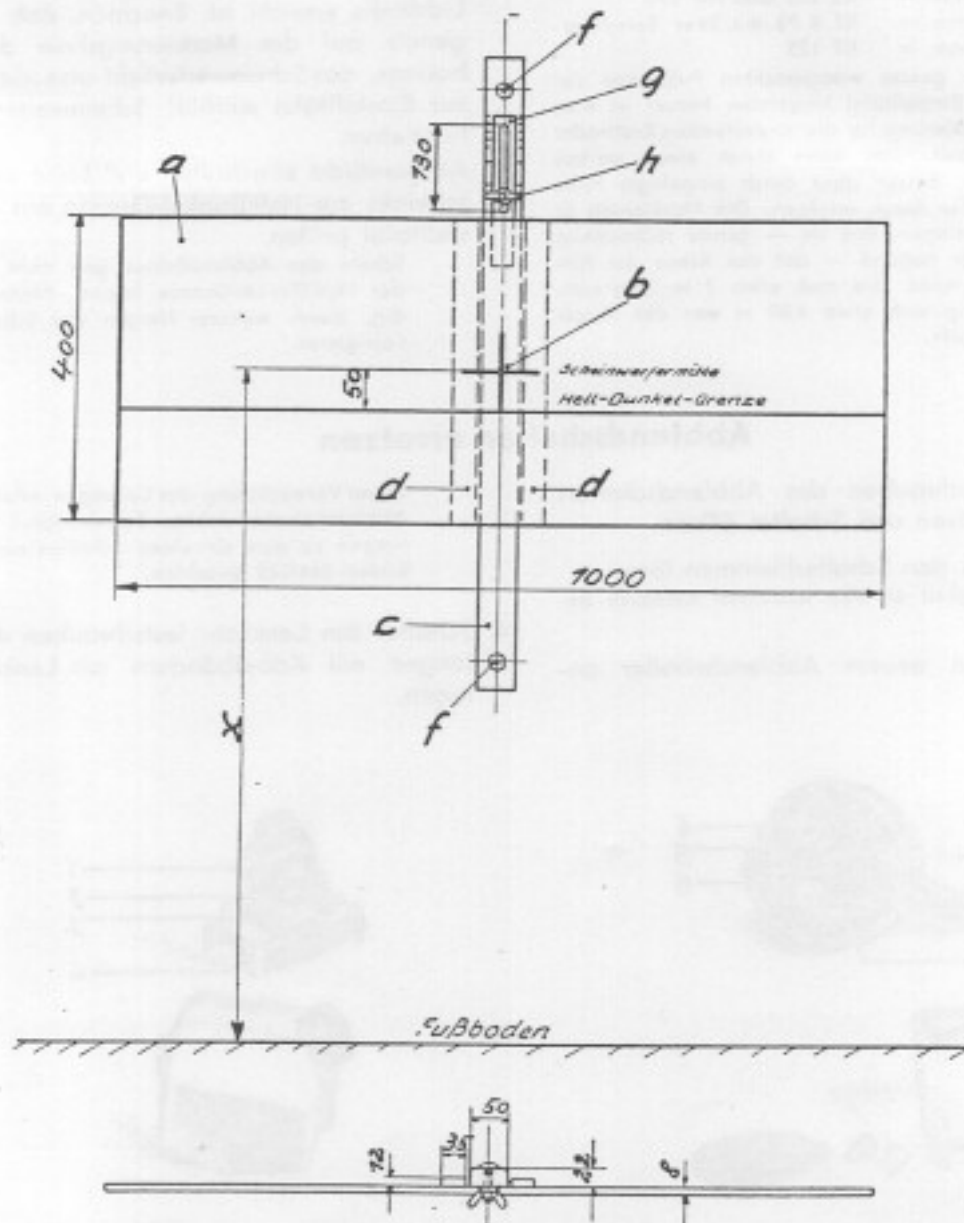

Bild 243. Scheinwerfer-Einstelltabelle
1. Einstelltabelle nach Bild 243 anfertigen.